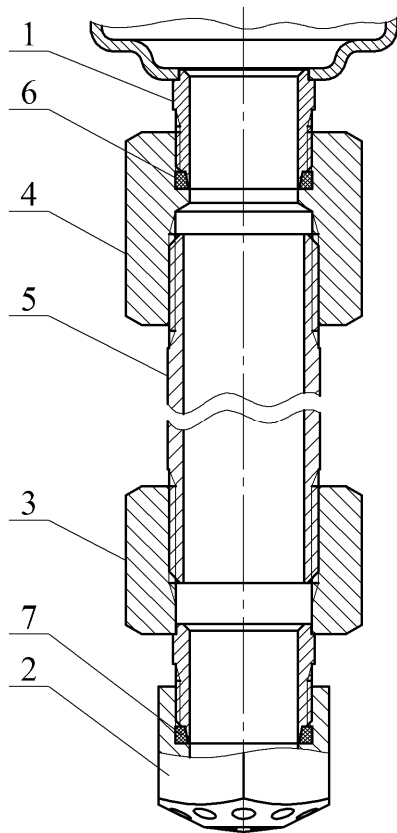

Рисунок 2
- ж) по заявке Потребителя (см. рисунок 2):
1.4.1.2 Для вывода насадка-распылителя в свободную зону через подвесной потолок типа Грильято, Армстронг и т.п. или его перемещения в рабочую зону эффективного пожаротушения при монтаже МУПТВ на потолочном перекрытии высотой более 6 м, модуль может быть дополнительно укомплектован удлинителем, соединяющим выпускную горловину МУПТВ 1 с насадком-распылителем 2 (см. рисунок 2).
2.1.9 При монтаже насадка-распылителя через удлинитель (см. рисунок 2) провести следующие работы. Собрать удлинитель согласно рисунку 2. Перед сборкой на наружные резьбы трубы **5** нанести герметик, например, ТЕКАСИЛ NEUTRAL PROFI, после чего накрутить до упора переходники **3**, **4**. В зарезьбовые участки отверстий насадка-распылителя **2** и переходника **4** установить резиновые кольца **6**, **7**. На наружную резьбу переходника **3** накрутить до упора насадок-распылитель **2**. Соединить удлинитель через резьбовое соединение с выпускной горловиной МУПТВ **1**. При монтаже необходимо обеспечить перпендикулярное направление оси удлинителя относительно горизонтальной плоскости.